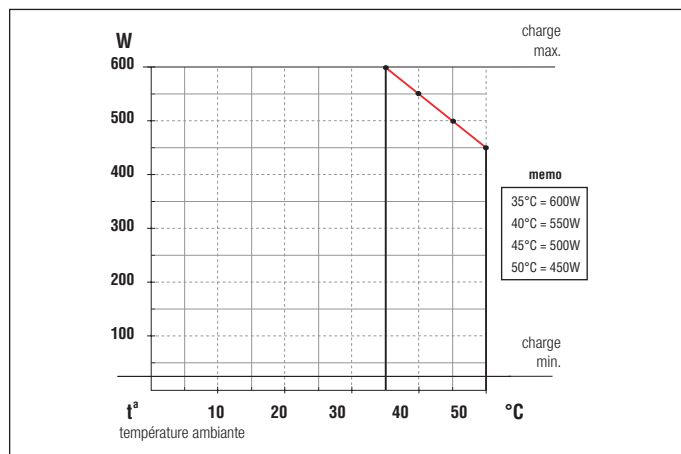

fig.3
- charge max.: voir tableau des charges (fig.3)
Attention: la charge max. dépend principalement de la température ambiante (fig.3).